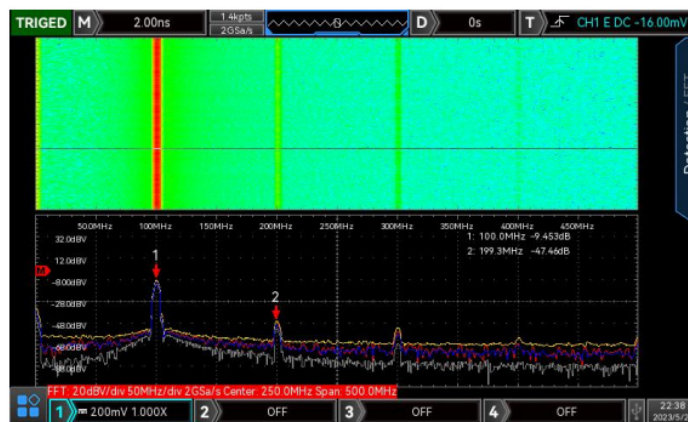

Рис. 15-3. Режим водопада, отображающий изменение уровня сигнала во времени
- e) Режим водопада 2 (Waterfall Curve 2): Отображает два окна — спектр и водопад. Кривая водопада также показывает изменение уровня сигнала (в дБ) во времени. Поддерживается функция записи, аналогично Waterfall 1. Максимум — 200 записанных спектров (см. рисунок 15-3).